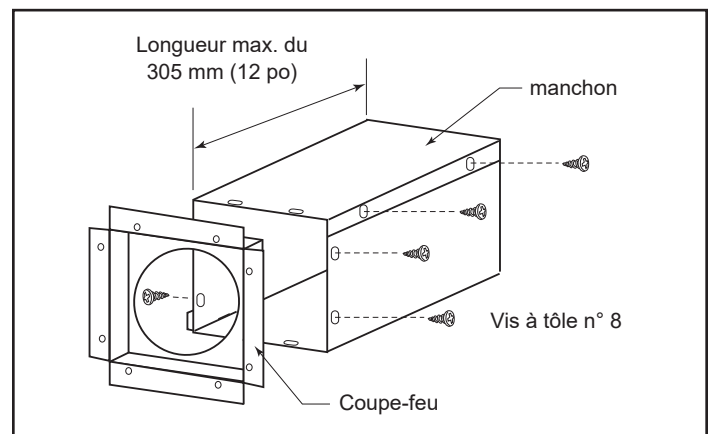

Figure 3.22 – Assembler le manchon et le coupe-feu muraux
plaque coupe-feu à l'extrémité percée du manchon (figure 3.22). **REMARQUE :** Le manchon à dégagement nul n'est requis que pour les murs combustibles.
3. Installez l'ensemble manchon/coupe-feu mural dans la découpe du mur et fixez le coupe-feu à l'élément de l'encadrement de la découpe (figure 3.22).